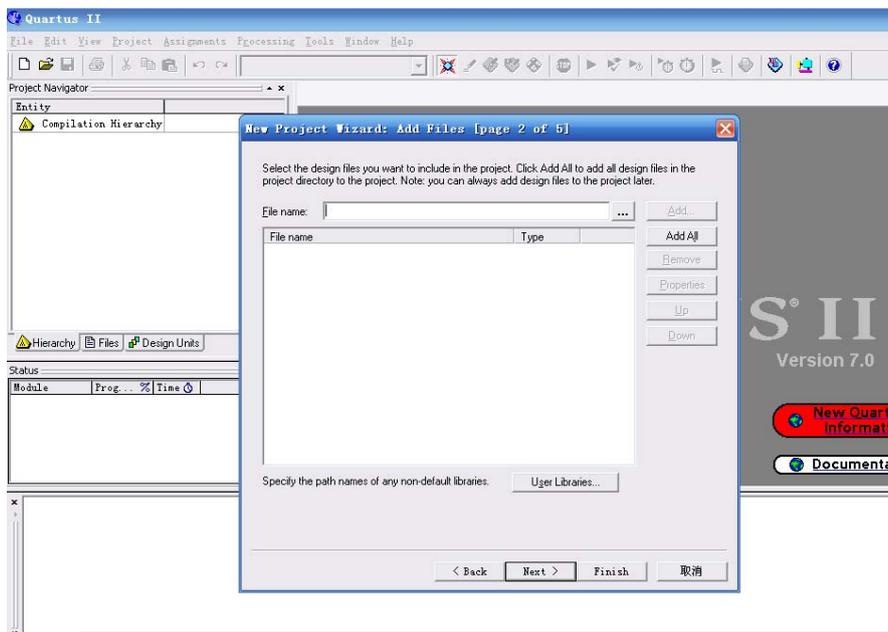

图 27 文件添加界面
2) 点击【Next】，出现添加文件对话框，如图 27 所示。用户可以将已编辑好的设计文件添加到工程中。在本例中不添加任何文件，直接点击【Next】。